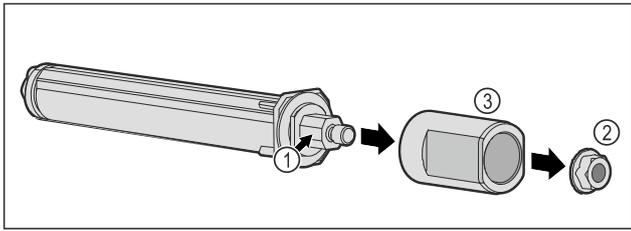

Fig. 58
- ▶ Не разбирайте систему закрытия двери Fig. 58 (1).
- ▶ Уберите гайку Fig. 58 (2).
- ▶ Снимите втулку Fig. 58 (3).